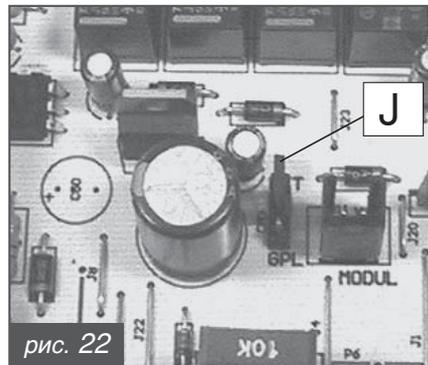

рис. 22
- на электронной плате установить переключку J MET-GPL в положение GPL (см. рис. 22).
- на электронной плате установить переключку J MET-GPL в положение MET (см. рис. 22).